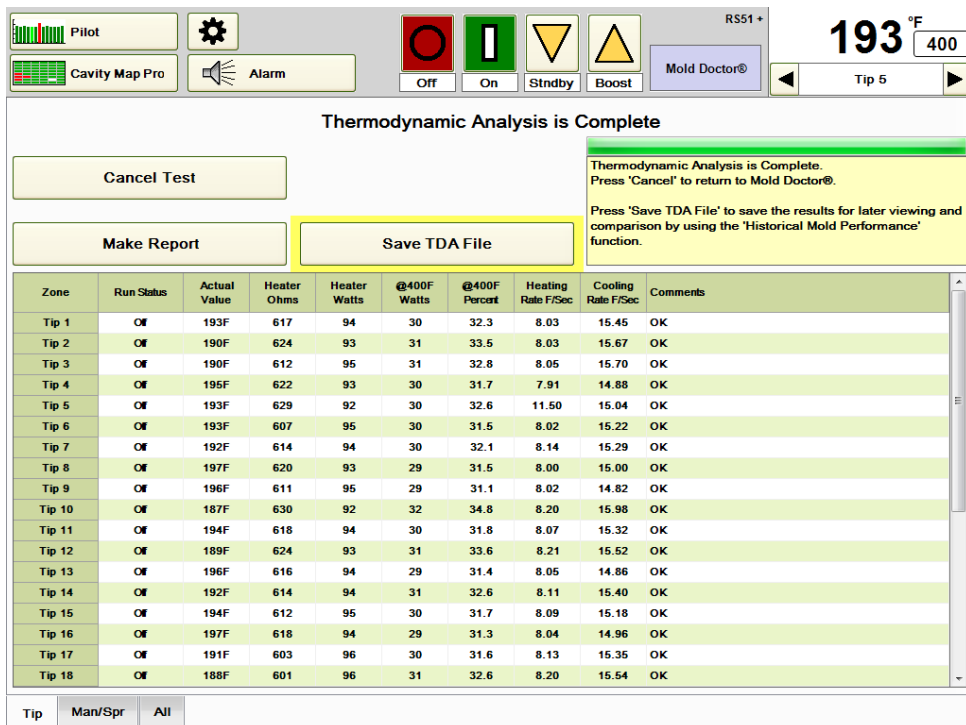

Abbildung 18g Ergebnisse der Thermodynamischen Analyse
- 2) Wenn Kühlwasser zur Verfügung steht, wählen Sie **Während thermodynamischer Analyse Analyse der Kühlgeschwindigkeit durchführen**. Wird diese Option ausgewählt, werden, wie in Abbildung 18g gezeigt, Kühlkosten bereitgestellt.
- 4) Das Testergebnis erscheint auf dem in Abbildung 18g gezeigten Bildschirm. Eine Fortschrittsanzeige erscheint im gelben Feld rechts.
- 6) Der Bericht kann mithilfe der in Abbildung 18g dargestellten Taste **Bericht erstellen** an ein USB-Laufwerk oder das Verzeichnis D:\G24\Reports gesendet werden.